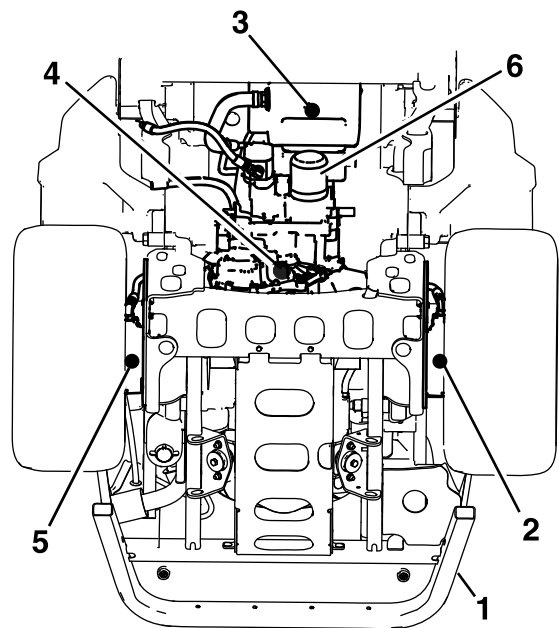

Figura 63
4. Posizionare una bacinella di spurgo grande sotto il serbatoio idraulico, la scatola della trasmissione e i motori della ruota destra e sinistra (Figura 63).
5. Rimuovete i tappi di spurgo da ogni zona e procedete allo spurgo del fluido idraulico (Figura 63).
6. Pulite la zona attorno al filtro del fluido idraulico e rimuovete il filtro (Figura 63).